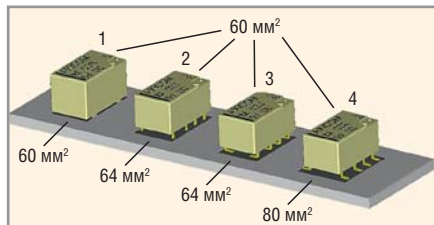

Рис. 2. Способы монтажа на печатную плату реле серии IM
- М – способ монтажа на печатную плату (рис. 2):